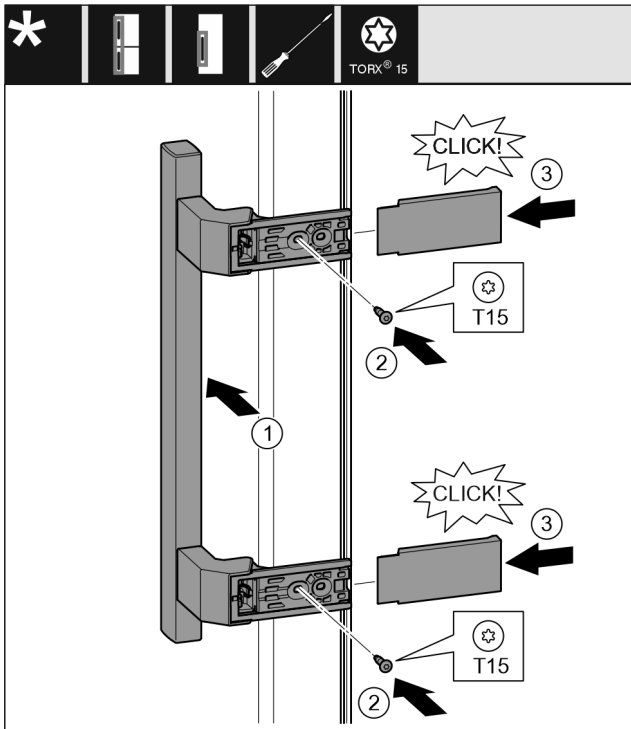

Fig. 15
- Sett på håndtaket på motsatt side. Fig. 15 (1)
- Skru fast skruene med skrutrekkeren T15. Fig. 15 (2)
- Sett dekslene på siden og skyv dem på. Fig. 15 (3)